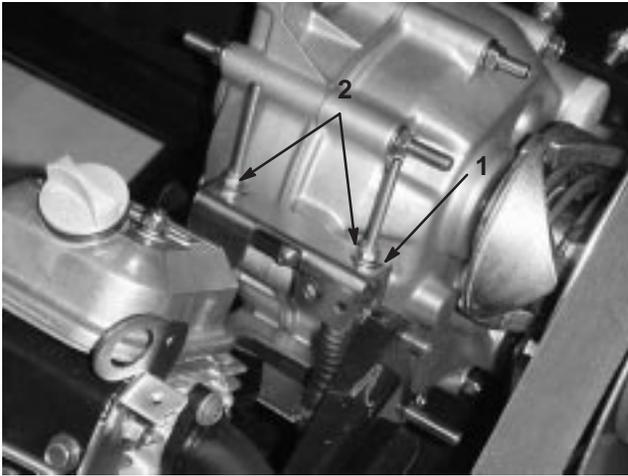

Figure 25
Lors des entretiens courants et/ou des diagnostics du moteur, vous devez placer la boîte-pont au point mort (Fig. 25). La position point mort du levier de vitesses du véhicule commande le point mort de la boîte-pont. Procédez comme suit pour vérifier que le point mort du levier de vitesses actionne correctement le point mort de la boîte-pont :
2. Assurez-vous que la patte de réglage du point mort est en position point mort (horizontale) en tournant l'embrayage (Fig. 25). Le véhicule ne doit pas avancer ni reculer. S'il se déplace, placez manuellement la patte de réglage à la position point mort.
3. Serrez un des contre-écrous (Fig. 25) juste assez pour éliminer le mou du câble de changement de vitesses.